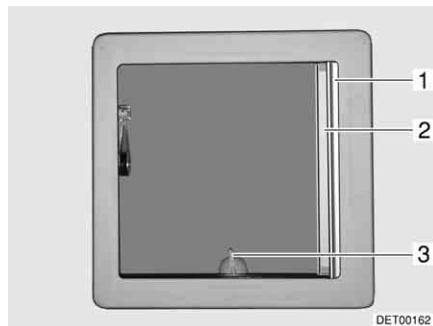
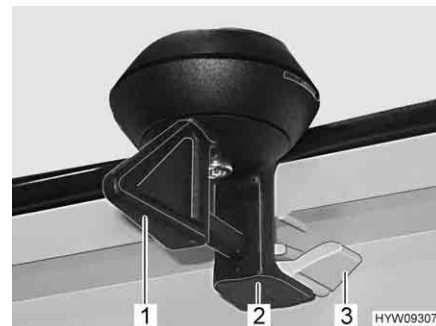

Fig. 72 Oblò inclinabile
Fig. 73 Bloccaggio (oblò inclinabile)
- Ruotare la leva (Fig. 73,1 o Fig. 72,3) di un quarto di giro.
- Girare la leva di un quarto di giro. Il bloccaggio (Fig. 73,2) deve entrare nell'aggancio inferiore (Fig. 73,3).
- Tirare la tendina oscurante pieghevole (Fig. 72,1) fino alla posizione desiderata e rilasciare. La tendina oscurante pieghevole rimane in questa posizione.
- Estrarre la zanzariera a rullo (Fig. 72,2) fino a quando non scatta il bloccaggio dalla parte opposta.